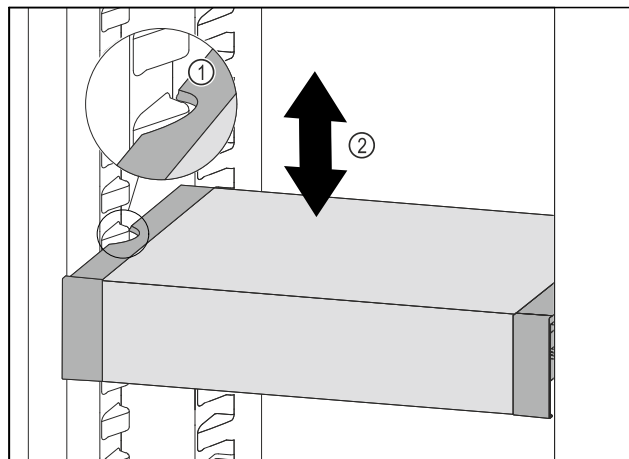

Fig. 105
- ▶ VarioSafe w chłodziarce przesunąć w górę lub w dół, aż zostanie osiągnięta żądana wysokość. Fig. 105 (2)